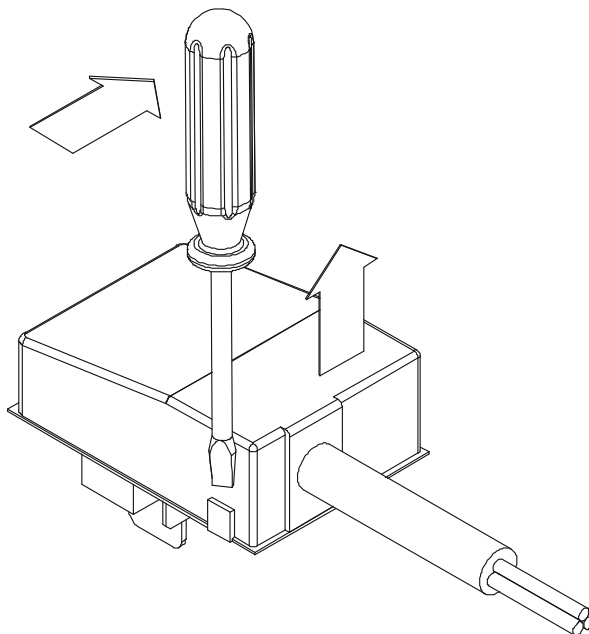

Abb.10
- Klemmleiste öffnen (Abb.10);